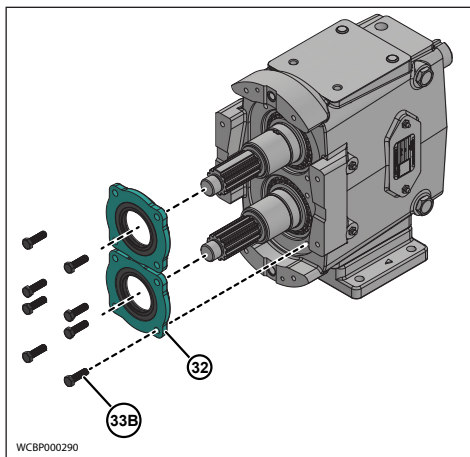
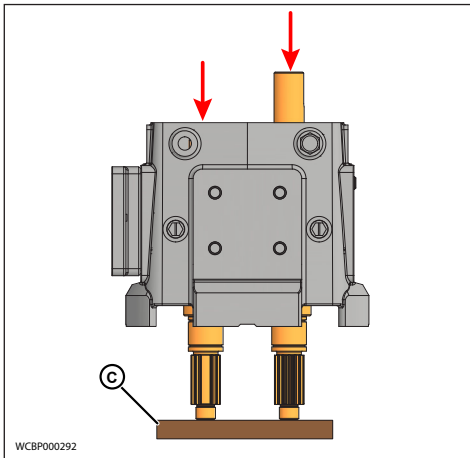

Abbildung 71 - Entfernen der Lageraufnahmen
Abbildung 73 - Herausdrücken der Wellen aus dem Getriebegehäuse
HINWEIS: Schützen Sie das benetzte Ende der Wellen, indem Sie sie mit Klebeband umwickeln. Siehe Abbildung 71 und Abbildung 73.
3. Entfernen Sie die Schrauben der vorderen Lageraufnahme (33B) und ziehen Sie die Lageraufnahmen (32) (Abbildung 71) heraus. Klemmt eine Lageraufnahme, belassen Sie sie an Ort und Stelle; sie wird beim Ausbau der Welle herausgedrückt.
5. Setzen Sie das Getriebegehäuse auf eine Dornpresse, das benetzte Ende zeigt nach unten. Schützen Sie die Wellenenden mit einem Holz- oder Kunststoffblock (C) (Abbildung 73) und drücken Sie die Wellen aus dem Getriebegehäuse. Siehe Tabelle 8 „Dorn oder Hydraulikpresse erforderlich (Tonnen)“ auf Seite 64.